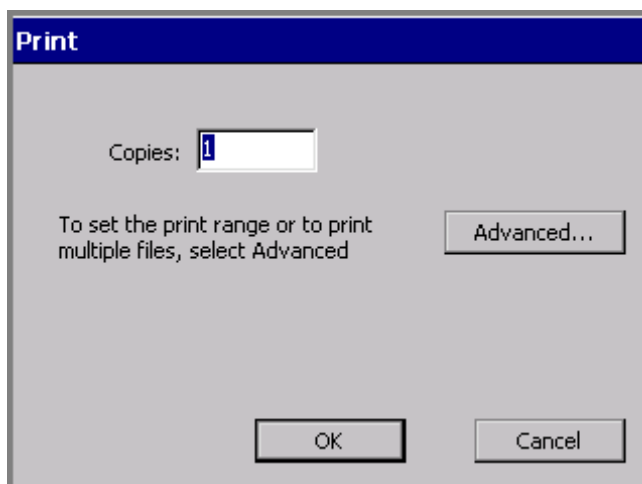

Рис. 11-3. Окно печати
1. При отображении этикетки, которую нужно распечатать, в окне редактирования нажать функциональную клавишу **<Print>**. Открывается окно печати (см. рис. 11-3).
1. Когда комплект этикеток создан (см. раздел **Создание комплектов этикеток** на стр. 6-21), нажать функциональную клавишу **<Print>** (печать). Открывается окно печати, приведенное на рис. 11-3.
1. Когда комплект этикеток создан (см. раздел **Создание комплектов этикеток** на стр. 6-21), либо при открытии файла с комплектом этикеток нажать функциональную клавишу **<Print>** (печать). Открывается окно печати, приведенное на рис. 11-3.
4. Нажать кнопку ОК. Снова открывается окно печати (рис. 11-3).
1. Открыть в окне редактирования любой файл из группы, предназначенной для распечатки и нажать функциональную клавишу <Print> (печать). Открывается окно печати, приведенное на рис. 11-3.
5. Нажать кнопку ОК. Открывается окно печати (см. рис. 11-3).
4. Нажать кнопку ОК. Снова открывается окно печати (см. рис. 11-3).